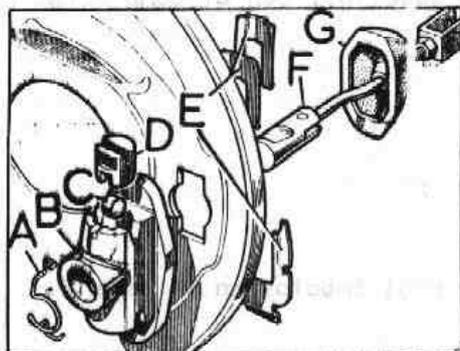

Fig. H-49 Expansor
1.2. Retirar el guardapolvos y la abrazadera que fija la caja del expansor a la placa de anclajes, con lo que quedará libre aquella. Si fuese necesario, se soltará la abrazadera muelle, A (Fig. H-49), los émbolos, D, rodillos de acero, C y la varilla de mando, F.
- 3.5. Fijar la caja del expansor a la placa de anclaje, con la abrazadera-muelle, A (Fig. H-49) en su sitio y montar la placa-junta, B, (Fig. H-53), placa --fiador, C y el muelle de retenida, D, en el orden que se indica y finalmente el guardapolvos.